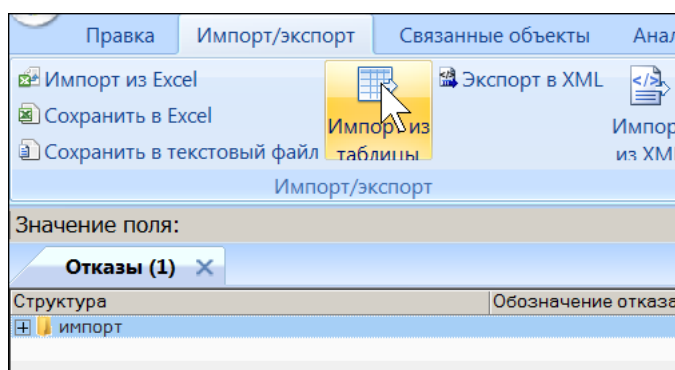

Рис. 14-57 – Вызов диалогового окна импорта из таблицы в рабочем окне «Отказы»
- 3) Нажать кнопку «Импорт из таблицы» панели «Импорт/экспорт» (рис. 14-57).